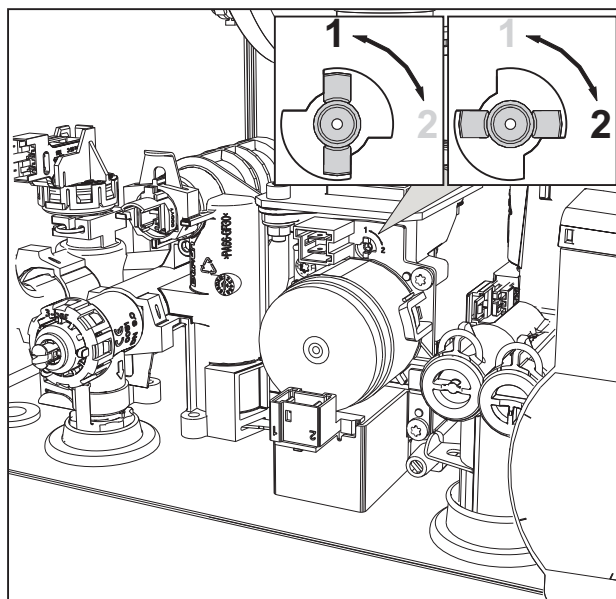

рис. 32
3. Поверните дроссель (рис. 32) в положение, указанное на таблица 9.